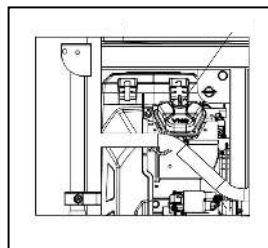

Рис. 3
- Открутите крышку маслозаливной горловины, залейте 1,8 литра масла (Рис. 3).